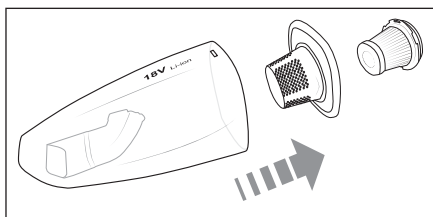

Bild 6
- 4) Dra sedan ut grovfiltret **7** ur smutsbehållaren **8** (bild 6). Knacka ur båda filtren **6/7** över en soptunna eller liknande. Vid behov kan du spola av filtren **6/7** med rent vatten. Låt därefter filtren **6/7** lufttorka tills de är helt torra innan du sätter i dem igen.